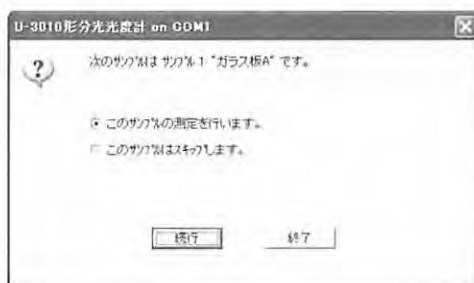

図2-11
- (2)  （測定）ボタンをクリックすると、図2-11のような画面が表示されます。